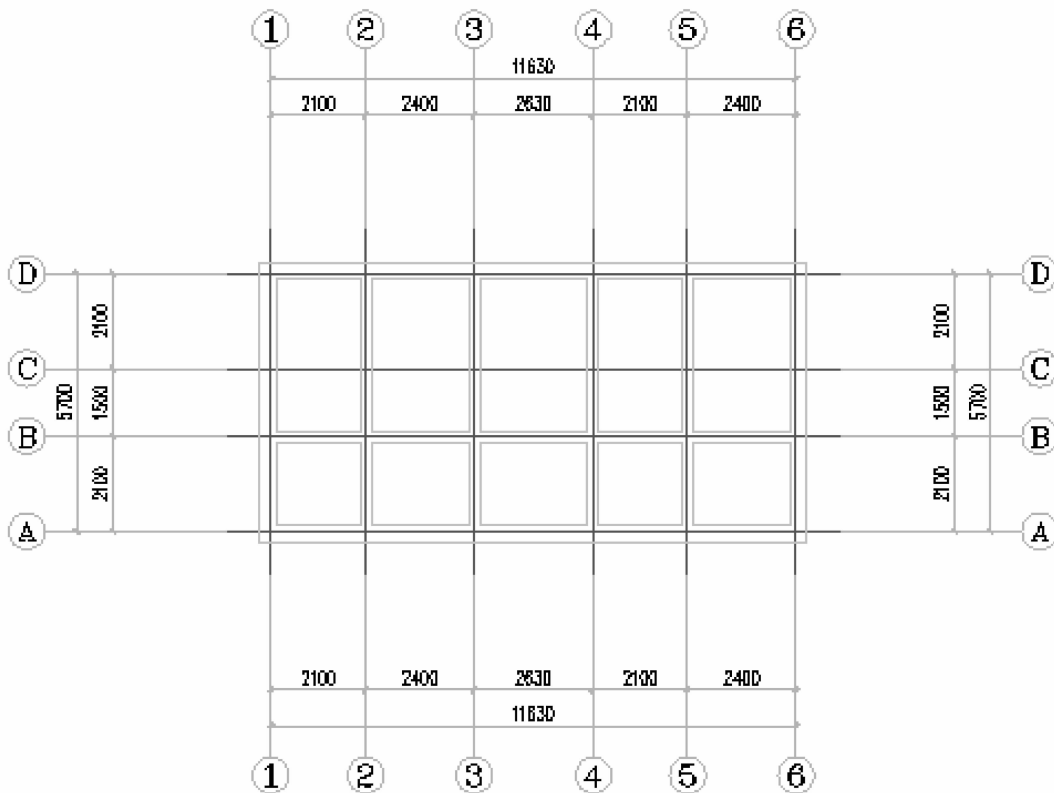

图 3-25 用于墙面 UCS 的墙体
(1) 绘制好墙体，准备进行墙面 UCS，如图 3-25 所示。